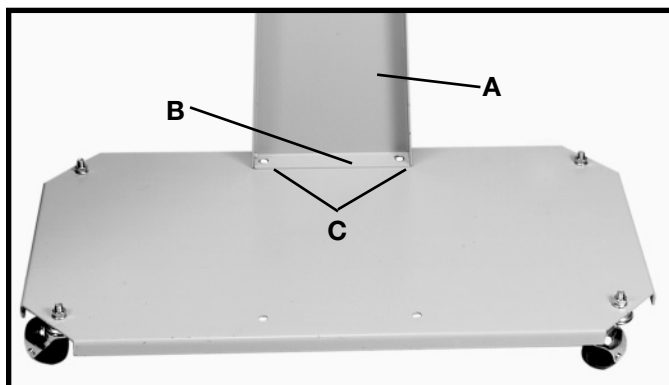

Fig. 5
1. Placer la base du dépoussiéreur (A) fig. 5, sur les roulettes comme il est illustré.
2. Aligner les deux trous de l'extrémité la plus large du support latéral (B) fig. 5, avec les deux trous (C) dans la base.